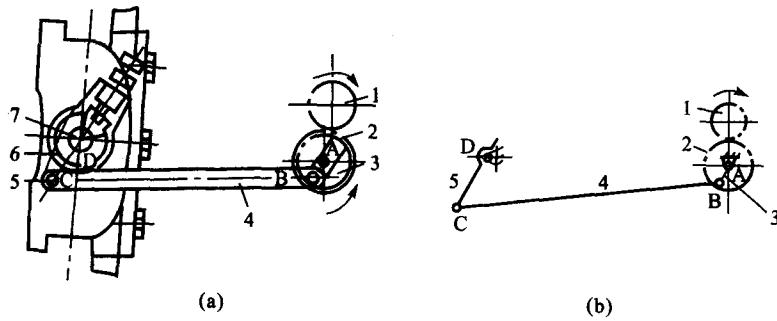

图 1-2-1
**例 1-2-1** 试绘制如图 1-2-1(a)所示牛头刨床横向进给机构的运动简图。
测定机构的几何尺寸,选取构件长度比例尺  $\mu_l$  (m/mm)。选定构件 3 的某一位置,如图 1-2-1(a)牛头刨床横向进给机构,作为绘制简图的任意位置,从主动齿轮 1 开始依次画出整个进给机构的机构运动简图,如图 1-2-1(b)。